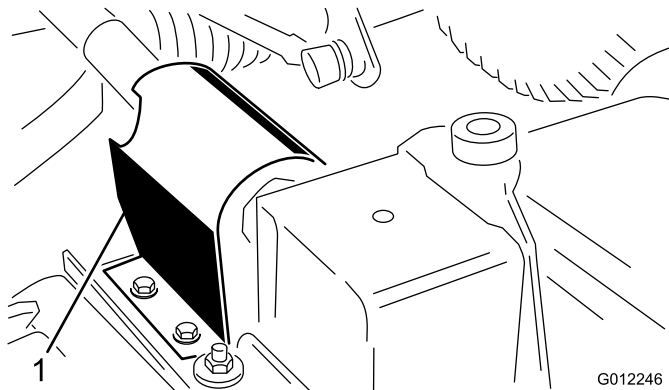

図 5
1. PTO シールドをカッティングユニットのギアボックス取り付けプレート上部に固定しているタップねじ（2本）を外して、シールドを取り外す（図 5）。